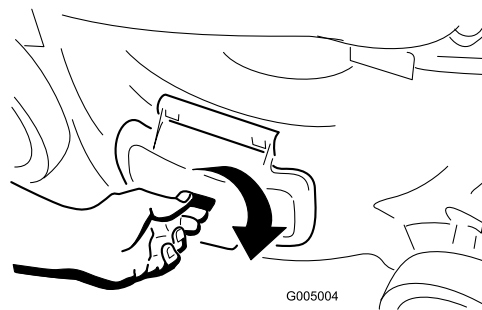

Рисунок 22
**Внимание:** Заблокируйте боковую выпускную дверцу после ее закрытия (Рисунок 22).